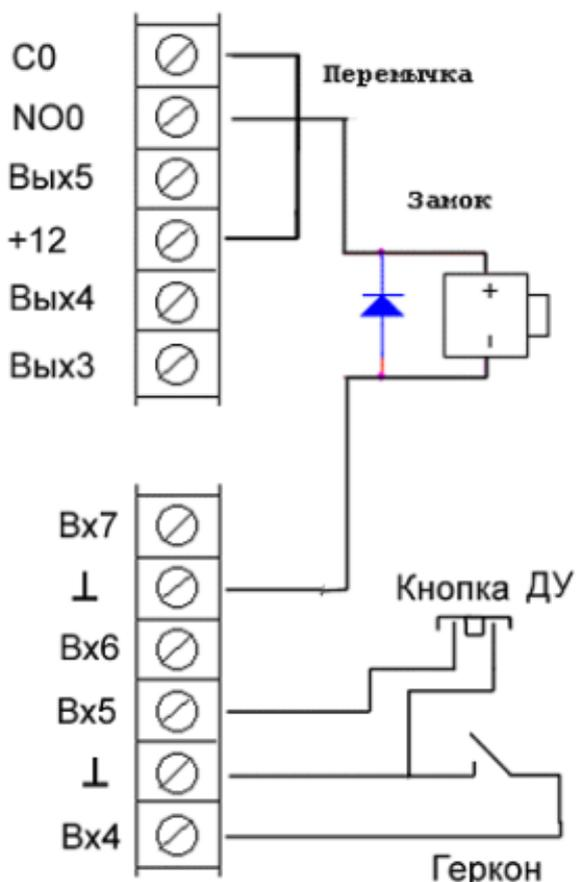

Рис.3. Подключение замка, разблокирующегося подачей питания, датчика состояния двери, кнопки ДУ при питании от платы контроллера
7.2 Контроллеры объединяются в сеть по магистрали RS-485. Подключение необходимо производить согласно рис.3.
- Рекомендуемая схема подключения электромеханического замка, разблокирующегося подачей питания, приведена на рис.3
7.9.6 Подключение замков в соответствии с рис.3 допустимо, если напряжение питания замков составляет 11...14 В., и суммарный ток потребления для всех устройств, подключенных к клеммам «+12», не превышает 1А.